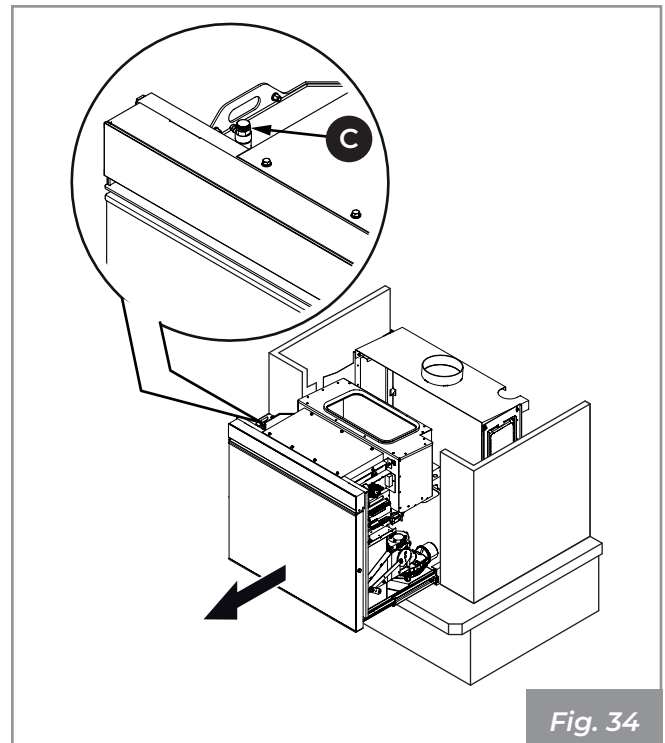
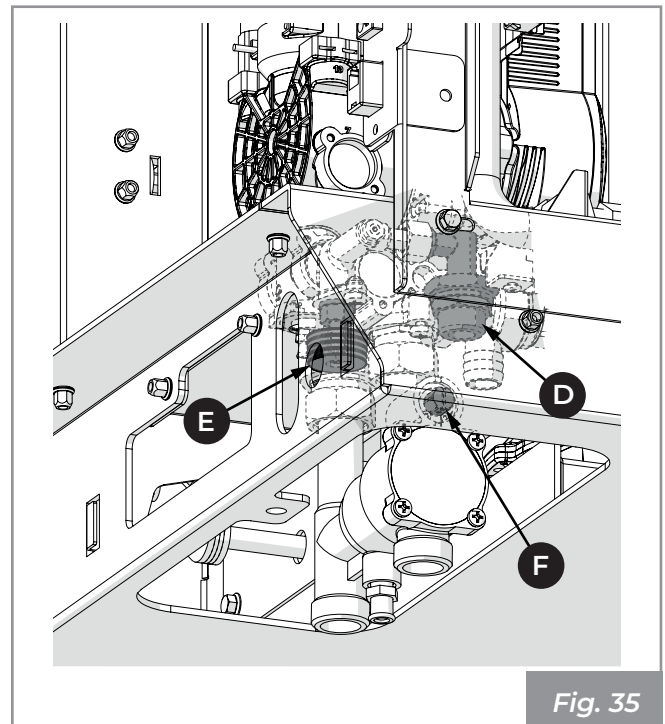
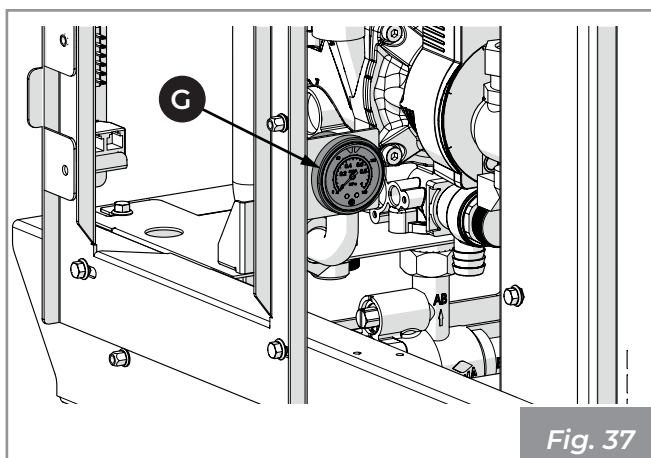

Fig. 34
Fig. 35
Fig. 37
- 4) Extraer el aparato hasta los finales de carrera de las guías, aflojar el tapón de la válvula de ventilación (C), en caso de que deba eliminarse el aire de la caldera durante la fase de carga del sistema. (Fig. 34).
- 5) Conectar un tubo de agua del acueducto al racor de carga (D), abrir la válvula de purga (C) (Fig. 34), abrir el grifo de carga (E), permitiendo que el agua fluya hasta que el aparato esté completamente lleno (Fig. 35). Cerrar la válvula de purga y esperar hasta que se alcance la presión mínima de funcionamiento (1 bar), cable desde el manómetro (G) (Fig. 37).
- Abrir la válvula de purga (C) (Fig. 34), abrir la válvula de derivación en la válvula anticondensación (F), haciendo fluir el agua del sistema hasta que la caldera esté completamente llena (Fig. 35). Cerrar la válvula de purga y esperar hasta que se alcance la presión mínima de funcionamiento (1 bar), verificable desde el manómetro (G) (Fig. 37).